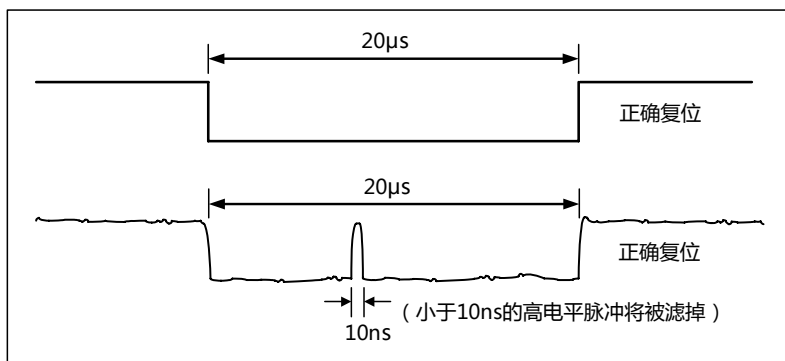

图 13 复位脉冲低电平期间的防抖动处理
3. 在复位脉冲的低电平期间，防抖动电路也将起作用，小于 10ns 的高脉冲将被滤除，如图 13 所示：